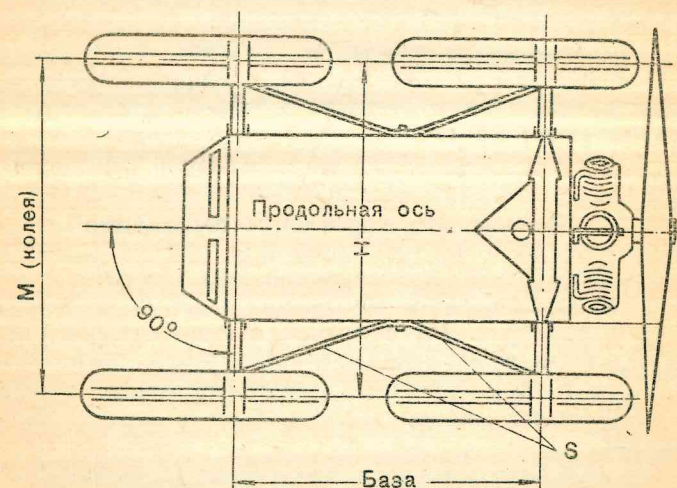

Рис. 14. Схема контрольных размеров при регулировке параллельности лыж и управления
(рис. 14—18)
2. Лыжи следует устанавливать параллельно продольной оси корпуса аэросаней, обязательно промеряя все указанные на рис. 14 размеры.